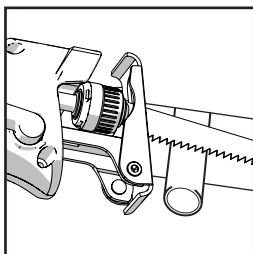

Fig. 11
- Accompagnare lentamente il taglio nel pezzo consentendo alla lama flessibile di curvarsi come necessario. **(Fig. 11).**